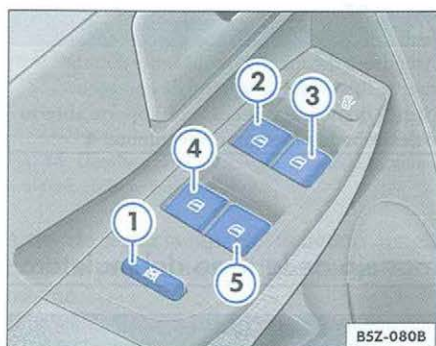
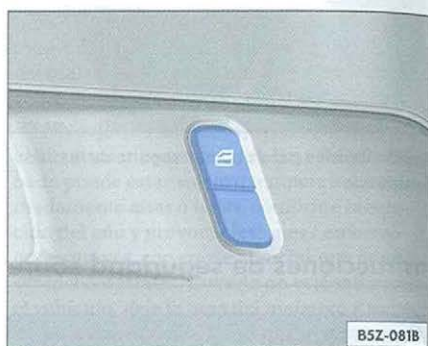

Fig. 46 Detalle del reposabrazos de la puerta del conductor: teclas de comando de los cristales e interruptor de seguridad de los vidrios traseros
Fig. 47 Tecla de mando del cristal en las puertas traseras
- Pulse las teclas ⇒fig. 46 para abrir las ventanillas.
- Presione la tecla ⇒fig. 47 en su parte inferior para abrir la ventanilla hasta la posición deseada.
Con el interruptor de seguridad ⇒fig. 46 accionado (encastrado) la tecla en las puertas traseras ⇒fig. 47 no puede comandar el accionamiento del cristal.
Si el interruptor de seguridad ⇒fig. 46 es desactivado (desencastrado), la tecla de las puertas traseras ⇒fig. 47 puede comandar el accionamiento del cristal.
Las teclas de abertura y cierre de los cristales en la puerta del conductor ⇒ página 68, fig. 46 y en la puerta del pasajero del asiento delantero tienen dos niveles de accionamiento. Así es más fácil controlar la abertura o el cierre de los cristales delanteros.